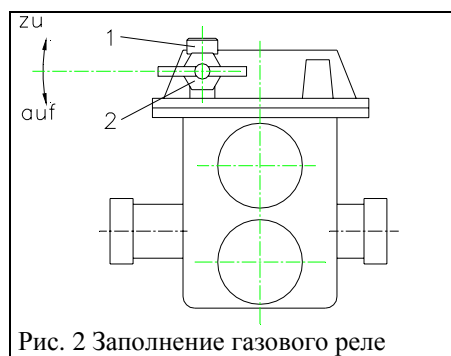

Рис. 2 Заполнение газового реле
1.2. Заполнение газового реле (рис. 2)
- * Отвинтить малую колпачковую гайку (1) с контрольного клапана (2).